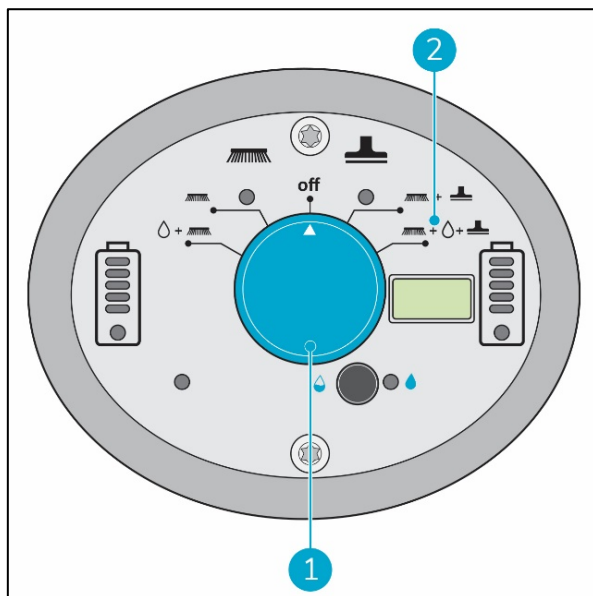

Figure 22
2. Utilisez l'interrupteur principal de l'i-mop® XL pro (Figure 22, pos 1) et sélectionnez le MODE 4 Brosse + Eau/Solution de nettoyage + Aspiration à sec (Figure 22, pos 2).